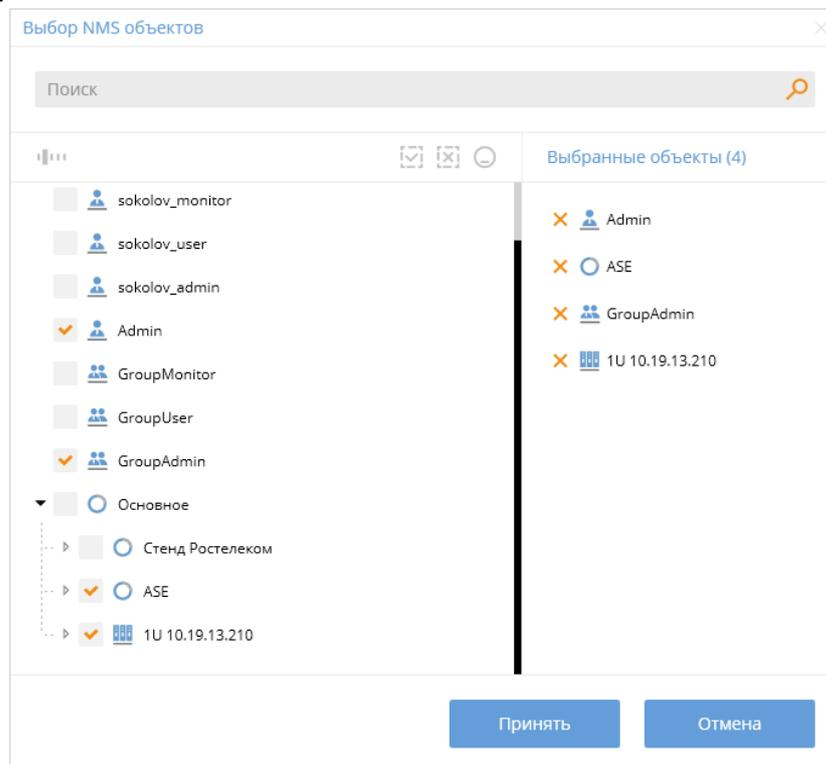

Рисунок 55 - Фильтр по объектам журнала безопасности
- **Объект** – при установленном фильтре отображаются только события, относящиеся к выбранным объектам. При пустом поле отображаются события для всех объектов. Для выбора объектов необходимо нажать на кнопку  в правой части поля и в появившемся окне (Рисунок 55) отметить один или нескольких объектов, после чего нажать на кнопку **Принять**.